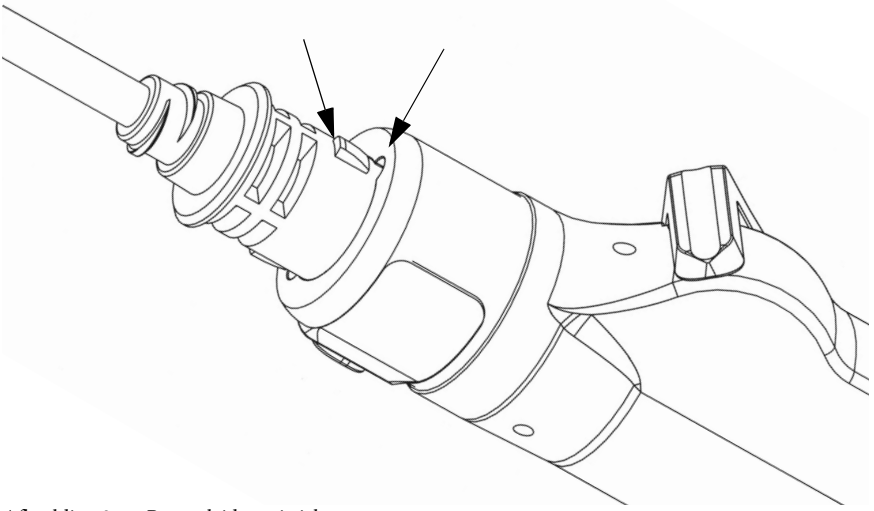

Afbeelding 2: Het handstuk op de handfreesconsole aansluiten
2. Duw de kabelconnector voorzichtig in de poort. De connector zet zich vanzelf vast (zie afbeelding 2). (Om de kabel los te maken, pakt u de kabelconnector beet en trekt u de connectorkraag voorzichtig naar u toe.)